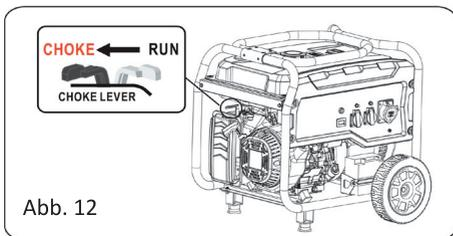

Abb. 12
- Schieben Sie den Choke auf die Position Choke. (Siehe Abb. 12). DIESEN SCHRITT ÜBERSPRINGEN, WENN DER MOTOR BEREITS WARM IST